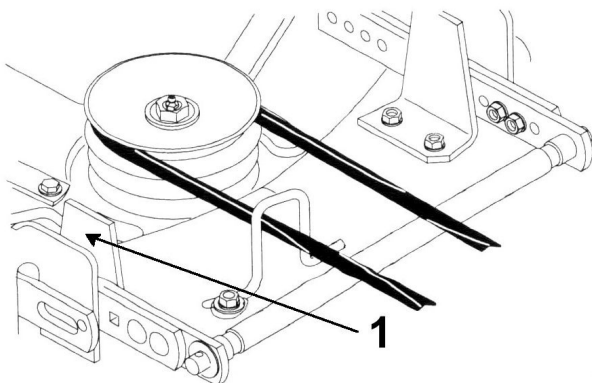

Figure 3
1. Déposer le support-guide de droite (fig. 3).